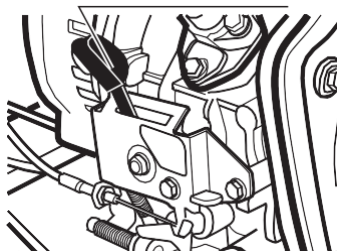

Рис. 18
двигателя в положение «Пуск» (рис. 18).
- На УГД-3000Е, УГД-4500Е, УГД-5300Е, УГД-6000Е, УГД-6000ЕК, УГД-6000ЕТ/4кВт, УГД-7500Е, УГД-7500ЕТ, УГД-8500Е, УГСД-4000/180Е: Установите рычаг пуска/остановки двигателя в положение «Пуск» (рис. 18).